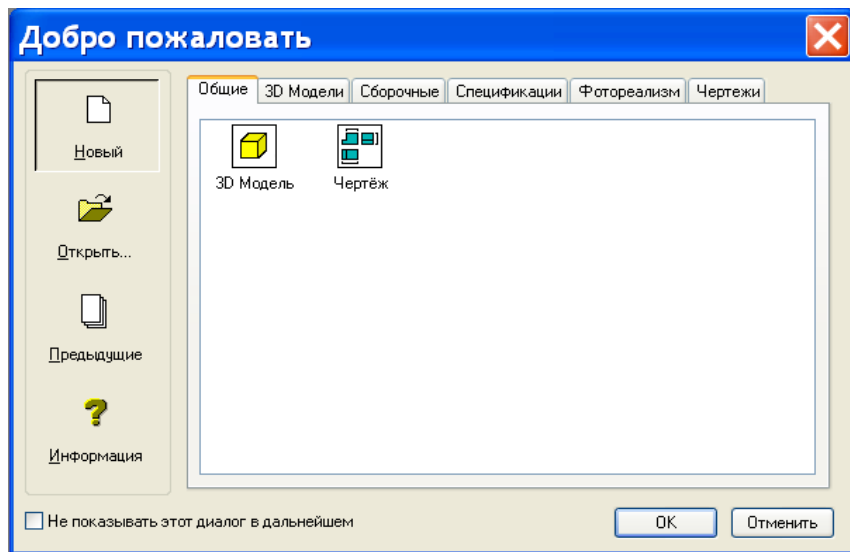

Рис. 2. Диалоговое окно входа в систему
**Начало работы, сохранение чертежа, окончание работы.** При запуске системы на экране появляется окно «Добро пожаловать» (рис. 2)